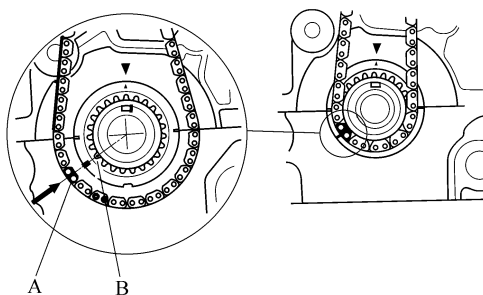

图 2-68 涂色链节对准曲轴标志
涂色的链节 (A) 与曲轴链轮上的标记 (B) 对准, 见图 2-68。